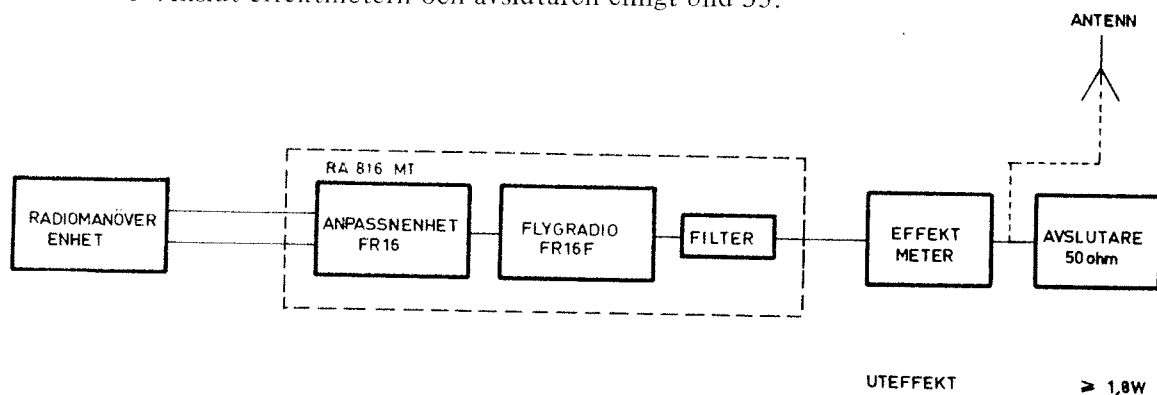

Bild 35
- Anslut effektmeter och avslutaren enligt bild 35.